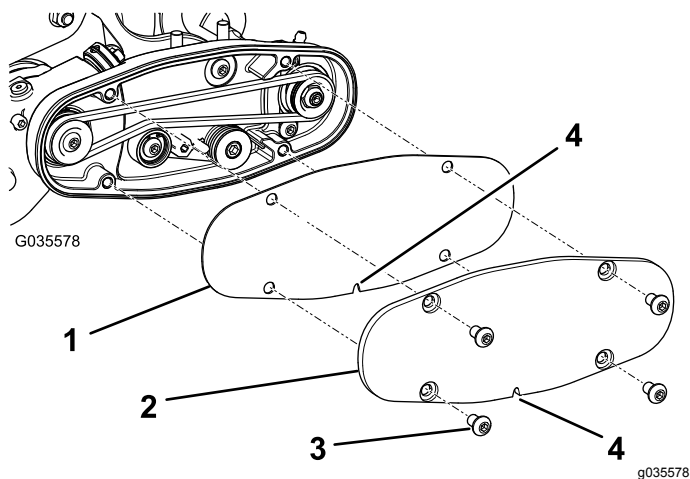

Рисунок 15
- Совместите кожух ремня с монтажными отверстиями и закрепите его 4 болтами (Рисунок 15).